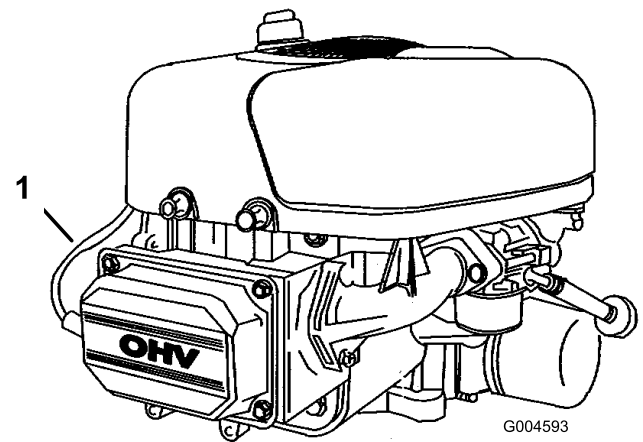

Figure 25
7. Débranchez la bougie (Figure 25).
3. Branchez la bougie (Figure 25).